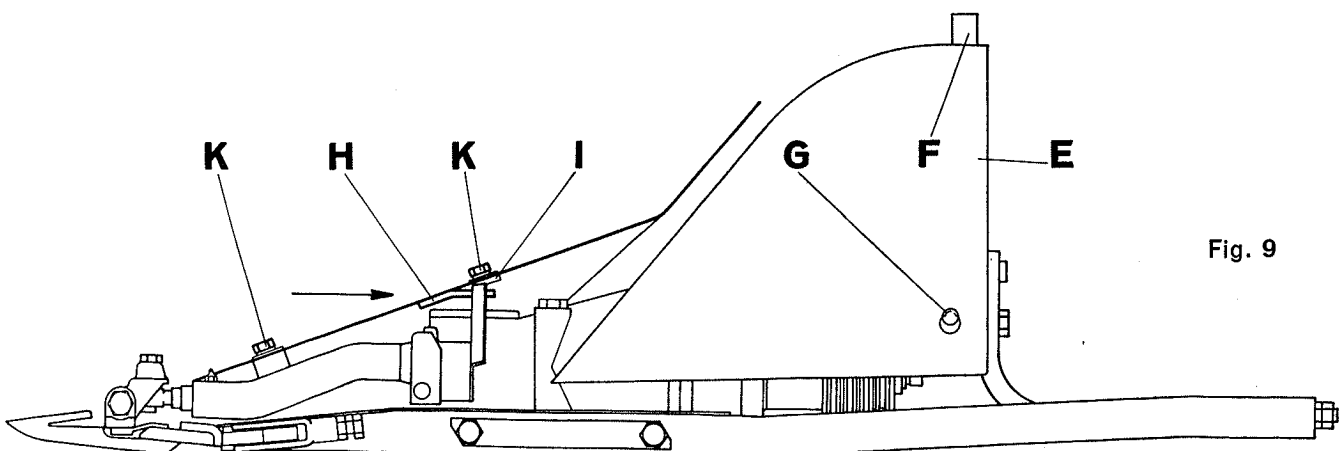

Fig. 9
6. Keilriemenverdeck (Fig. 9)
6. Protection des courroies trapézoïdales (fig. 9)
6. Protezione delle cinghie trapezoidali (fig. 9)
7. Schwinger (Fig. 9)
7. Oscilleur (fig. 9)
7. Oscillatore (fig. 9)